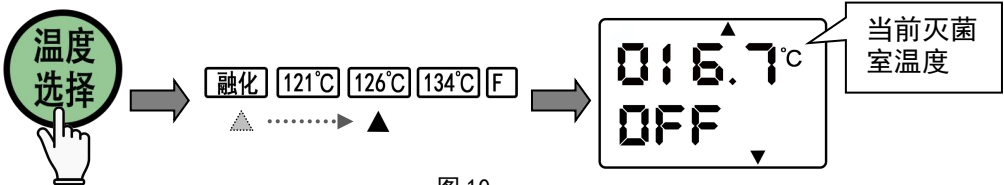

图 10
②设置灭菌温度：根据灭菌物选择灭菌周期，本产品预设“121℃”、“126℃”、“134℃”三个一键制操作模式，按“温度选择键”通过▲移动来选取所需的一键制温度（图 10）。注：一键制模式下灭菌温度都有相对应的灭菌默认时间，121℃—20min、126℃—15min、134℃—4min，若想自设时间与温度请看第⑤节。